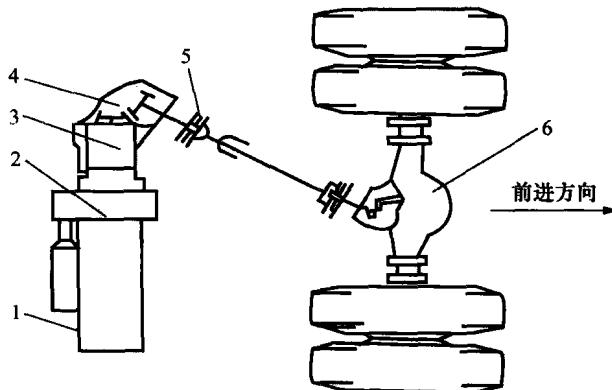

图 1-6 发动机后置后轮驱动(RR 型)
(3) 发动机后置后轮驱动(RR 型)。发动机后置后轮驱动(RR 型)方式如图 1-6 所示，它将发动机、离合器和变速器都横置于驱动桥之后，变速器与驱动桥之间的距离变短了，缩短了传动轴的长度。这种布置方式使汽车总质量在前、后轴之间合理分配，降低了车厢内的噪音，更充分利用了车厢内的空间，但因发动机、离合器、变速器远离驾驶员，操纵机构复杂。发动机后置，冷却条件差。大、中型客车广泛采用这种布置方式，少数轿车和微型车也有采用。